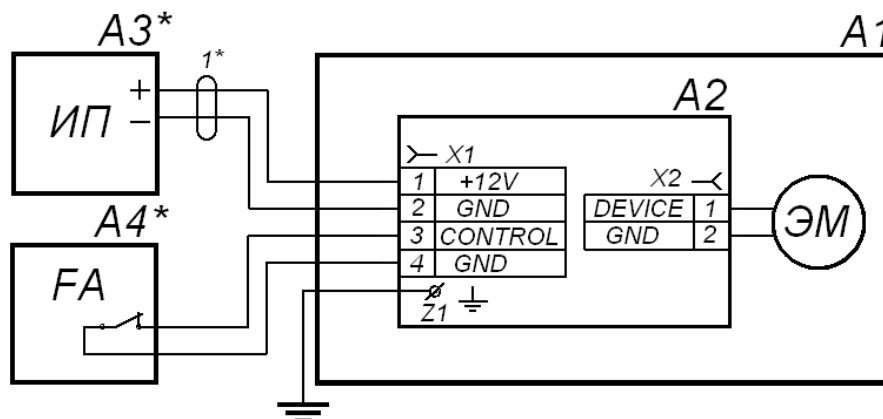

Рисунок 16. Схема электрических соединений при подключении стойки с электромагнитным УБ (перечень элементов схемы – см. таблицу 5)
7. Подключите провода цепей питания и управления к плате согласно схеме электрических соединений приведенной на рис. 16.